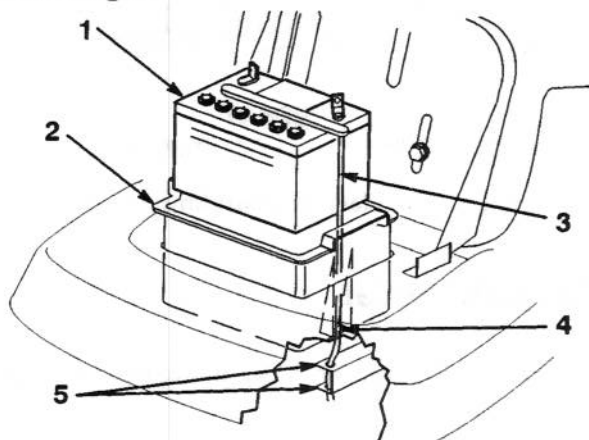

Bild 21
- Batteriekasten, Batterie und das lange Belüftungsrohr aus dem Fahrzeug entfernen (Bild 21).
- Die Batterie in den Kasten einführen und das Belüftungsrohr durch das U-Profil und das Langloch im Kastenboden schieben (Bild 21).
WICHTIG: In die Öffnung blicken, in die der Batteriekasten paßt. Das Loch im Ende des rechten Rahmenträgers (Bild 21) ausfindig machen. Das Belüftungsrohr immer durch dieses Loch führen, um einer Korrosion von Traktor und Mähwerk durch Batteriesäure vorzubeugen.
- Batterie und -kasten in der Maschine installieren (Bild 21). Sicherstellen, daß das Ende des Belüftungsrohrs durch das Loch im Rahmen geführt wird (Bild 21).